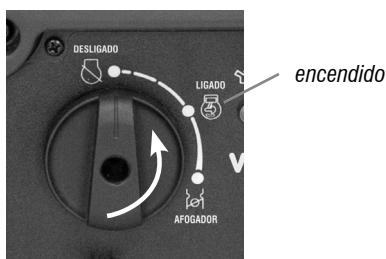

Fig. 22 – Paso 4
- f. Despues de que el motor se caliente, coloque el interruptor selector (14) en la posición ENCENDIDO (como se muestra en la Fig. 22).